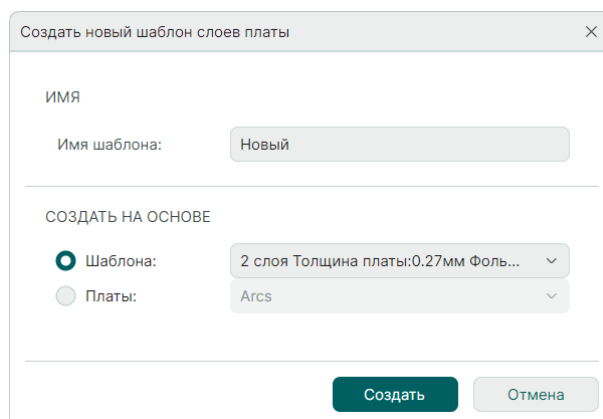

Рис. 137 Ввод имени шаблона слоев платы
3. В окне «Создать новый шаблон слоев платы» в поле «Имя шаблона» введите имя для создаваемого шаблона, см. Рис. 137.